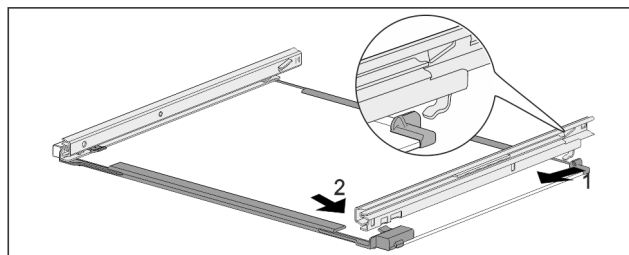

Fig. 169 Sklenená doska s koľajničkami
- ▶ Zaháknite koľajničku vzadu. Fig. 169 (1)
- ▶ Zaklapnite koľajničku vpredu. Fig. 169 (2)